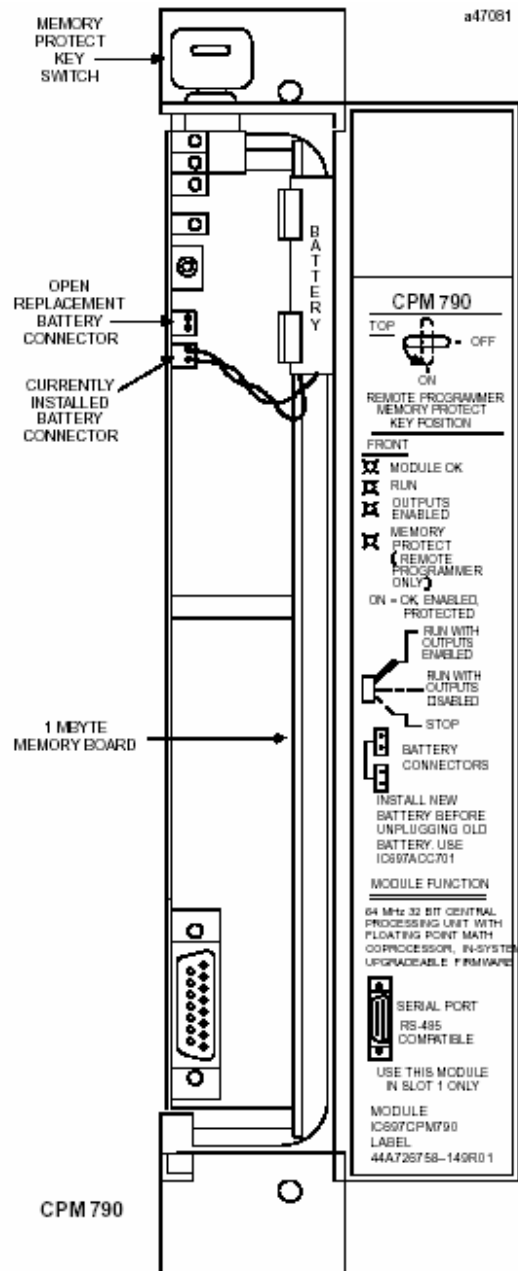

图 2. CPM790主要特征位置
- 电池要和模块上任一个电池连接器连接（见图2）
如图2所示安装有锂电池 (IC697ACC701)。此电池在电源关闭时保存程序和数据存储, 并且运行日历时钟。确保在移去旧电池之前要安装新电池。如果在电源诊断过程中检测出低电池状态, 模块OK灯 (顶部) 不会亮。关于检测电池不足状态的详细说明见参考文献 2。